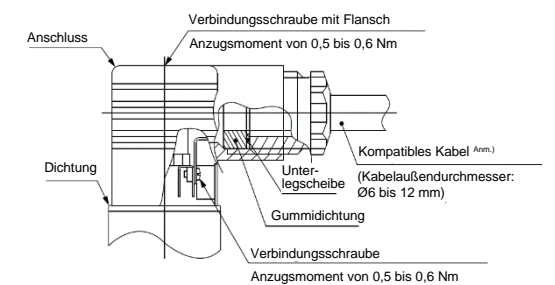

Abb. 4.
- Ziehen Sie die Schrauben und Anschlüsselemente gemäß Abbildung 4 fest.